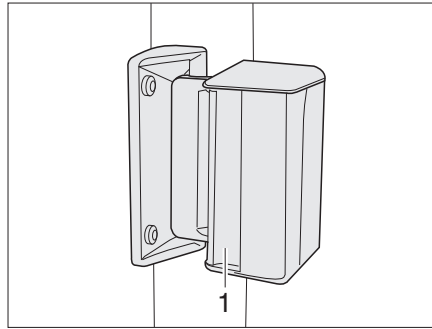

Fig. 50 Fenêtre coulissante
- Appuyer sur la poignée (Fig. 50,1) et la pousser ou tirer simultanément vers l'avant ou l'arrière.